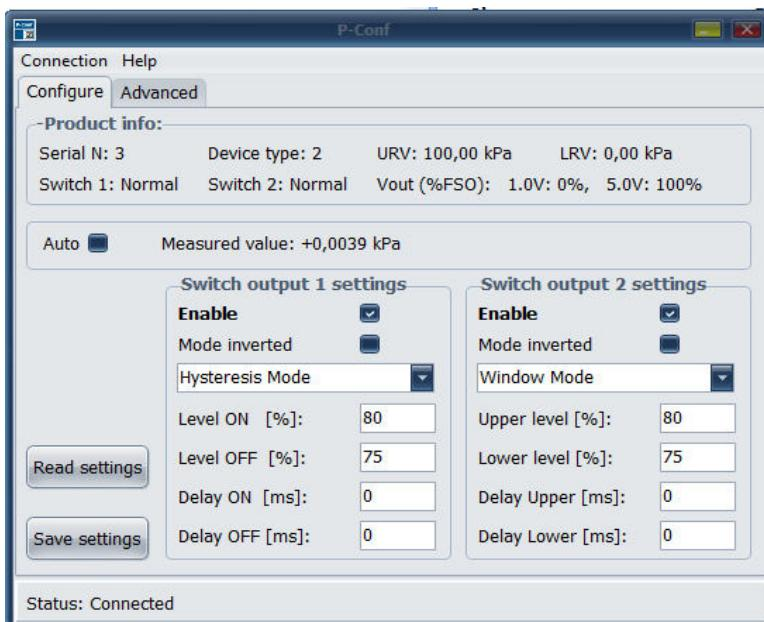
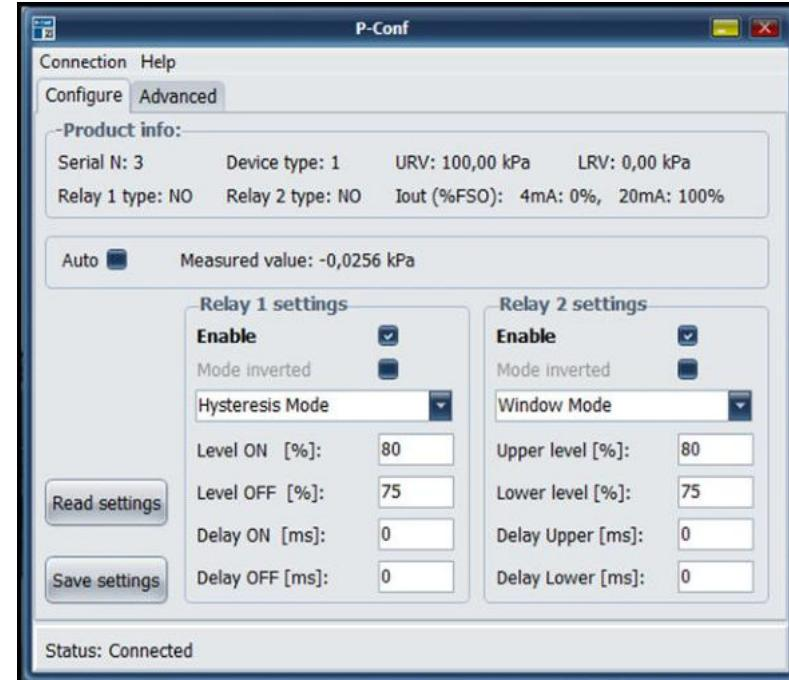

Рисунок 3 – Основное окно программы для моделей 3410 p, 3420 (p, ps)
Рисунок 4 – Основное окно программы для моделей 3410 г, 3420 (г, rs)
3) выбрать команду «Connection ▶ Connect» – после удачного соединения ПО с настраиваемым изделием появится основное окно с доступными настройками на вкладке «Configure» (рисунок 3 или 4).
В секторах «Switch output 1(2) settings» (рисунок 3), или секторах «Relay 1/2 Settings» (рисунок 4), при отмеченной опции **Enable**, имеется возможность установить основные параметры работы каждого реле, которые зависят от выбранного режима работы выхода: гистерезис, окно или импульс (таблица 1).